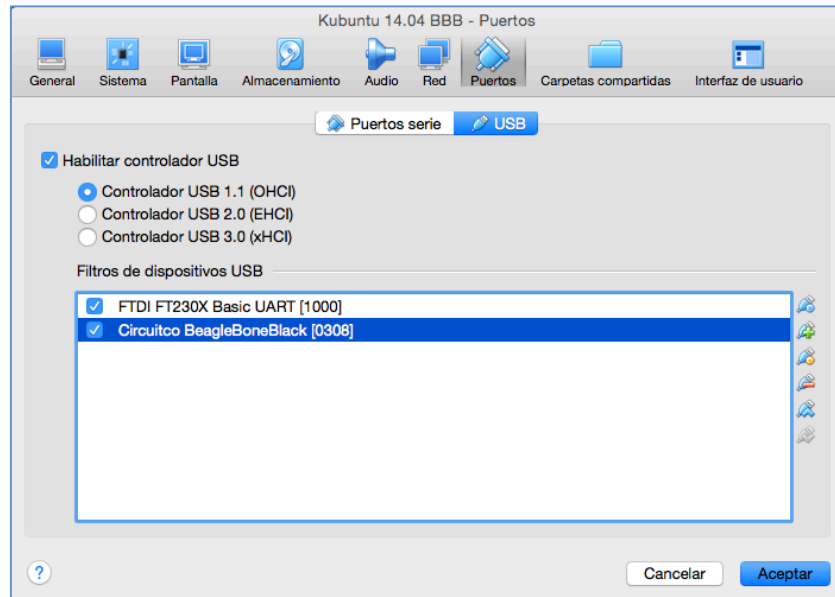

Figura 4: Si usa VirtualBox debe asignar a la VM el dispositivo USB.
- Añadir un filtro (icon “+” de la barra lateral) e indique el dispositivo en cuestión. Ver Figura 4